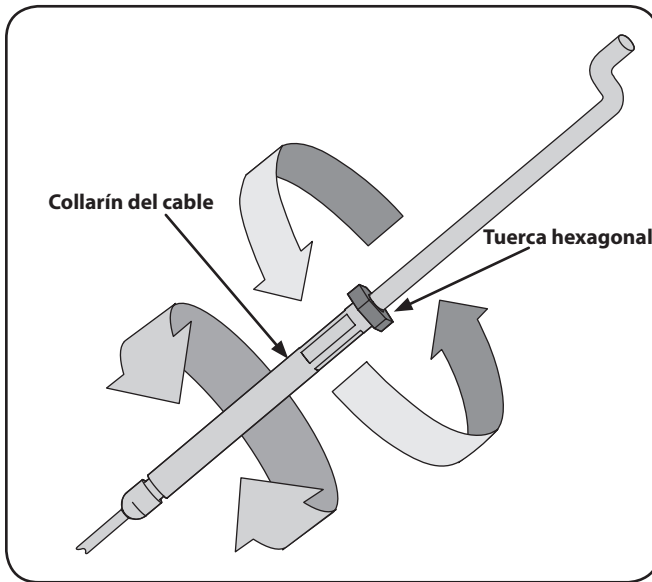

Figura 3-8
2. Ajuste el cable del embrague de marcha adelante o de marcha atrás aflojando la tuerca hexagonal. Consulte la Figura 3-8.
3. Gire la parte del collarín del cable una o dos vueltas para aumentar o aflojar la tensión sobre el cable. Consulte la Figura 3-8.
4. Vuelva a ajustar la tuerca de seguridad contra el collarín del cable. Consulte la Figura 3-8.